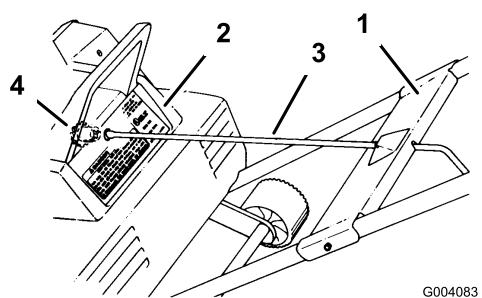
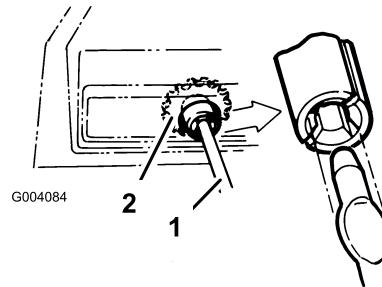

Figure 3
Figure 4
- Placez la plaque de montage sur les tubes (Figure 3).
- Tournez lentement la manivelle jusqu'à ce que l'extrémité plate s'engage dans le pignon, puis poussez fermement la manivelle dans le pignon jusqu'à ce qu'elle s'enclenche en position (Figure 3 et Figure 4).